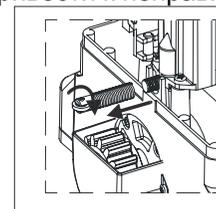

Рис. 19
- всегда подключайте заземление к разъему J7(рис. 19 и 35).